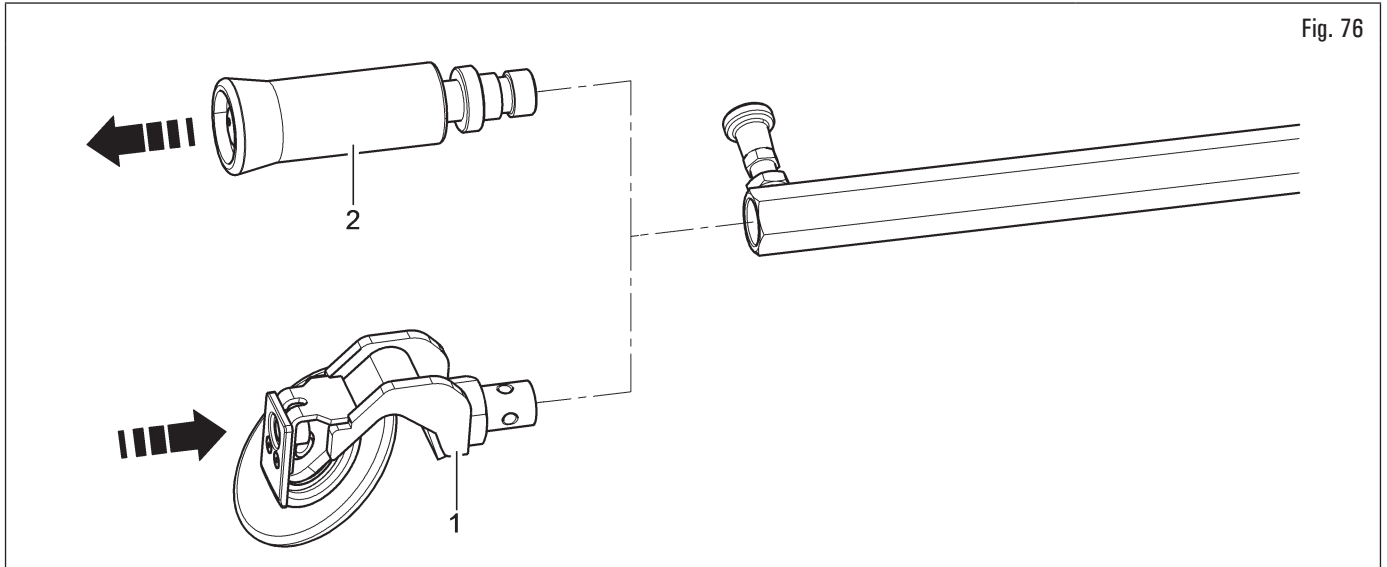

Fig. 76
- asegúrese de que el disco presiona-talón inclinado (Fig. 76 ref. 1) esté montado en el dispositivo prensa-levanta talón en lugar del rodillo presionatalón (Fig. 76 ref. 2).